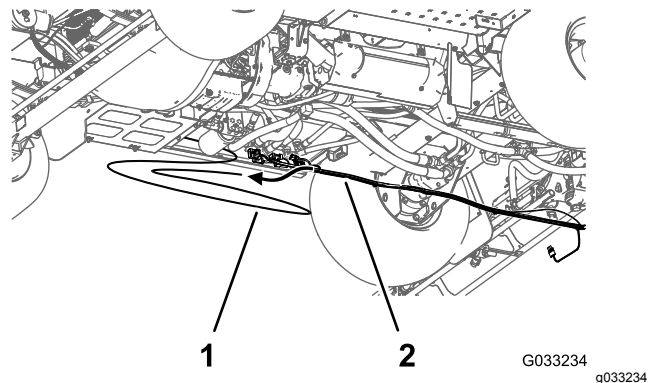

図 29
8. 車両の後部ワイヤハーネスから、ダッシュボードの水圧計用の水圧検知チューブを抜き出す 図 29。